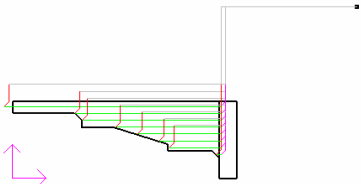

图 4-35 粗车加工外圆轨迹
7) 生成刀具轨迹。当确定好进退刀点后，系统会自动生成绿色的刀具轨迹，如图 4-35 所示。